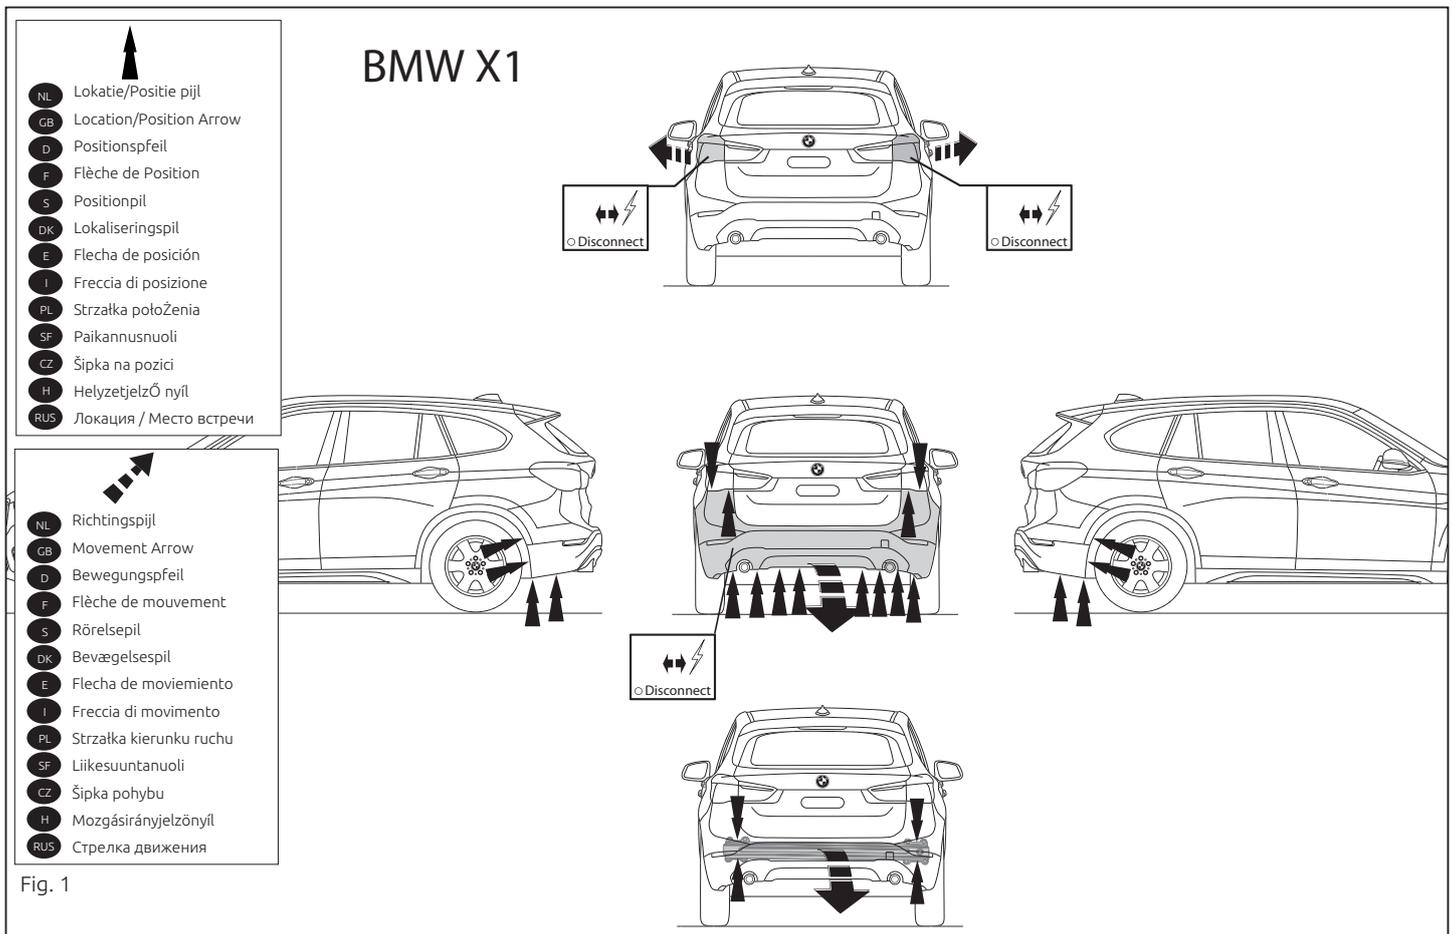

Fig. 1
1. Remove the rear-light units. Remove the bumper and the steel buffer beam from the vehicle. The buffer beam will no longer be needed. See figure 1.
1. Die Rücklichter abmontieren. Die Stoßstange einschließlich des stählernen Stoßbalkens vom Fahrzeug abmontieren. Der Stoßbalken wird nicht mehr benötigt. Siehe Abbildung 1.
1. Démontez les feux arrière. Déposer le pare-chocs du véhicule y compris la traverse en acier; la traverse ne sera plus utilisée. Voir la figure 1.
1. Снять оба блока задних фар. Снять бампер вместе со стальным буферным брусом автомобиля. Буферный брус больше не понадобится. См. рисунок 1.